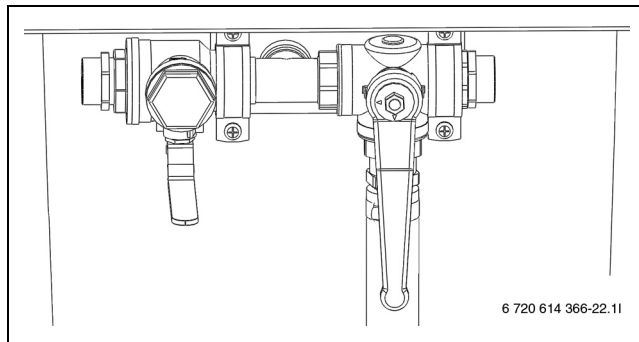

Рис. 19 Заполняющая станция в положении смешивания
- ▶ Установите краны заполняющей станции в положение смешивания (→ рис. 19).